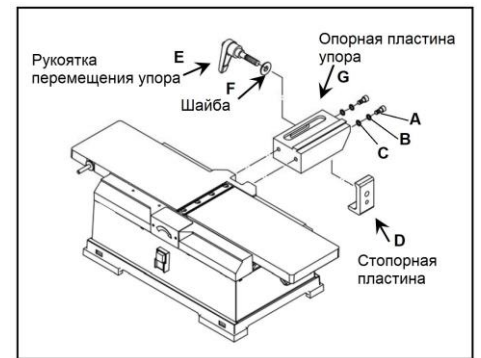
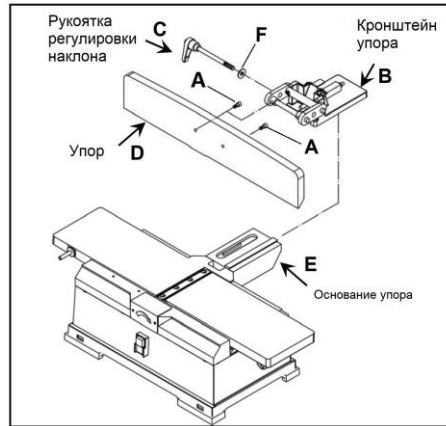
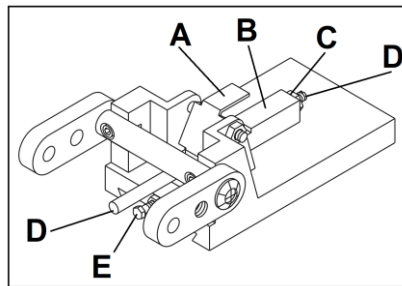

Рисунок 2
Рисунок 5
Рисунок 6
- Прикрепите основание упора (G, Рисунок 2) к фугоувальному станку с помощью винтов (М6х16, А, Рисунок 2), плоских шайб (М6, В, Рисунок 2) и контршайб (М6, С, Рисунок 2).
- Вставьте стопорную пластину (D, рисунок 2) в основание упора. Установите стопорную пластину так, чтобы штифты касались нижнего края основания упора.
- Закрепите стопорную пластину в требуемом положении с помощью рукоятки перемещения упора (Е, Рисунок 2) и шайбы (F, Рисунок 2).
- Прикрепите упор (D, Рисунок 5) к кронштейну упора (B, Рисунок 5) с помощью двух винтов (M6x20, A, Рисунок 5).
- Наденьте упор и кронштейн на соединение «ласточкин хвост» основания упора (E, рис. 5) и стопорную пластину (D, рис. 2).
- Задвиньте упор вперед так, чтобы он находился над столами строгального станка. В этом положении край ограждения ножевого вала будет упираться в упор, и ножевой вал будет закрыт по всей ширине. Зафиксируйте кронштейн в этом положении с помощью рукоятки перемещения упора (E, Рисунок 2).
- Вставьте рукоятку регулировки наклона упора (C, Рисунок 5) с шайбой (F, Рисунок 5) через правую петлю и вкрутите в левую.
- Убедитесь, что ограничительная пластина (A, Рисунок 6) упирается в паз блока (B, Рисунок 6). Установите упор на вал (D, Рис. 6) и зафиксируйте положение упора с помощью рукоятки регулировки наклона (C, Рис. 5).
ослабьте рукоятку регулировки наклона (C, Рисунок 5), ослабьте гайку (C, Рисунок 6) и поверните вал (D, Рисунок 6) с помощью отвертки, пока упор не будет расположен перпендикулярно столу. Зафиксируйте положение упора, затянув гайку (C, Рисунок 6).
- С помощью датчика угла наклона или транспортира, проверьте положение ограничителей угла поворота внутрь и наружу под 45°. Ограничитель угла поворота на 45° внутрь (E, Рисунок 6) - это болт, расположенный под валом. Ограничитель угла поворота на 45° наружу расположен в верхней части упора. Если требуется регулировка, ослабьте гайку, поверните болт в требуемое положение и снова зафиксируйте его гайкой.